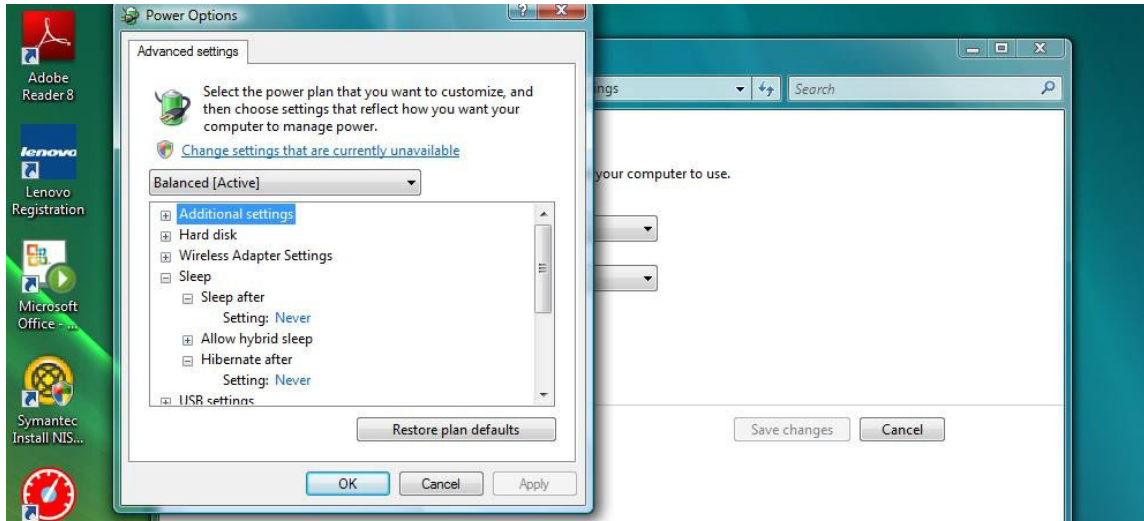

FIG. 36
- Encuentre la opción "Suspend" en la lista de desplazamiento (Fig. 36). Cambie el ajuste "Suspend después de" a NUNCA y el ajuste de "Hibernar después de" a NUNCA.
- Haga clic en el botón Aplicar para guardar estos cambios. Luego haga clic en el botón Aceptar (Fig. 36).